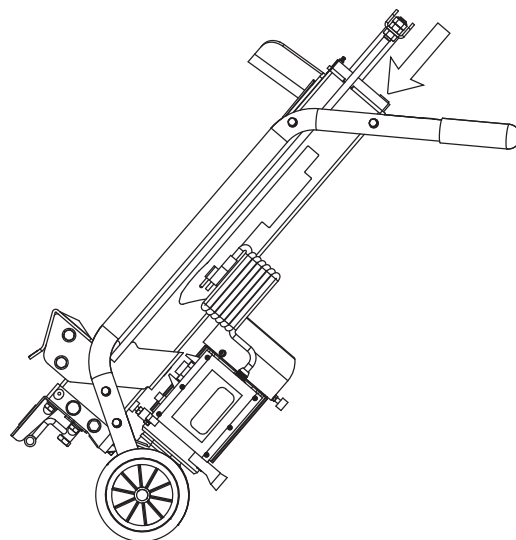

Figure 10
4. Basculer la fendeuse vers le côté moteur. **(VOIR FIGURE 10)**